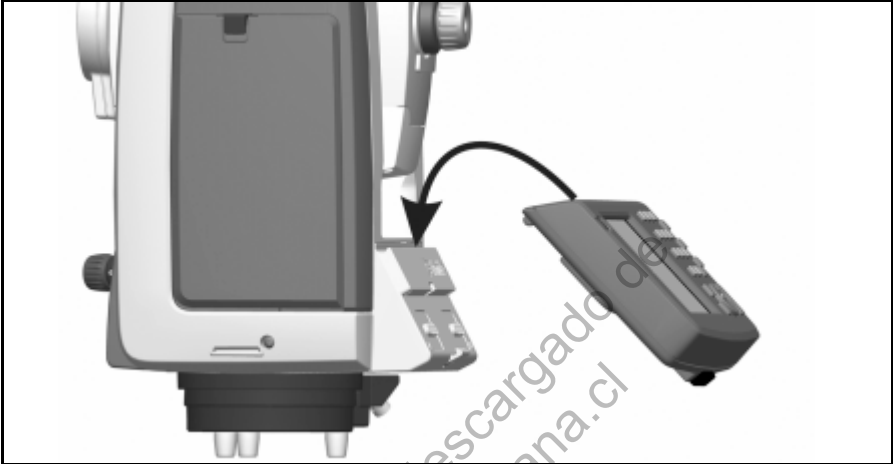

Figura 4.34 Conexión del Trimble CU al instrumento
1. Enganche la parte superior del controlador Trimble CU a la parte superior del soporte del panel. Véase la Figura 4.34